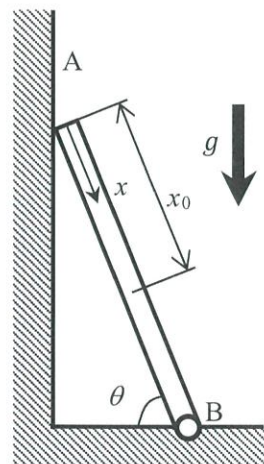

図 1-5
(3) 図 1-5 に示すように、棒の下端 B で水平な床にピン結合し、上端 A を滑らかな鉛直壁で支えた．水平な床と棒のなす角度は  $\theta$  ( $\theta > 0$ ) である．上端 A に鉛直壁から働く支持反力は水平方向となる．その支持反力の大きさを求めよ．
(4) 図 1-5 に示す棒の上端 A から距離  $x = x_0$  における横断面に働く曲げモーメントを求めよ．
(5) 図 1-5 に示す棒の上端 A から距離  $x = x_0$  における横断面内で最大の垂直応力を求めよ．